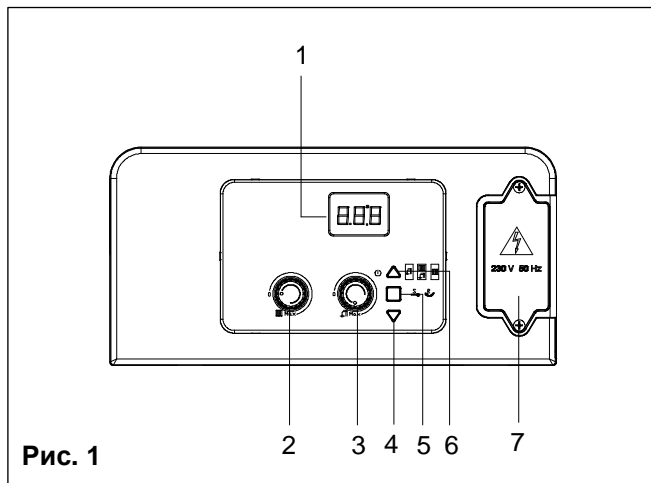

Рис. 1
- **Затем автоматическая система розжига включит горелку. Эта операция повторяется 2 раза (каждые 20 секунд) при неудачной попытке розжига котла.** Однако, может потребоваться повторить операцию, чтобы удалить весь воздух из труб. Для повторения этой операции подождите примерно пять секунд перед повторной попыткой розжига котла. Для сброса котла выключите переключатель **5** «R – RESET (СБРОС)» (рис. 1), включите его снова и повторите процедуру розжига.